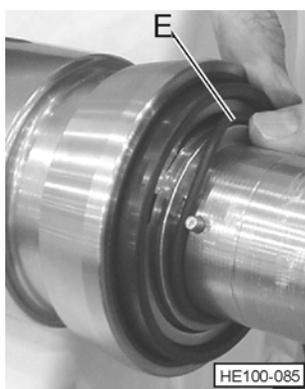

Figura 51 - Instale la junta tórica Keeper
La estructura de sello se mantiene en su sitio en el eje del mutador mediante dos pasadores de impulsión del sello. Cada uno debe tener 3/32 pulgadas (+/-0.09) sobre la superficie del eje de tope. Es sumamente importante que estos pasadores no sean redondeados en los bordes y que se mantenga esta dimensión. Si los pasadores tienen más altura que 3/32", se atascará el sello; si tienen menos, girará la estructura. Consulte Figura 51.
5. Instale la junta tórica "keeper" (Vea Figura 51, Artículo E) en el eje para mantener las piezas giratorias ensambladas.